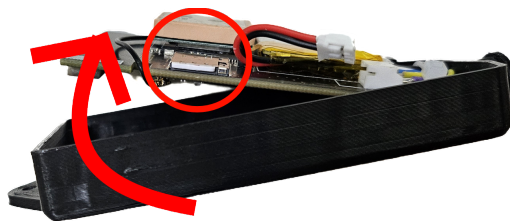

Figura 4: Posição para remoção do simcard.
- Para facilitar o acesso ao slot do SIM, incline cuidadosamente a placa seguindo as orientações mostradas na Figura 4.